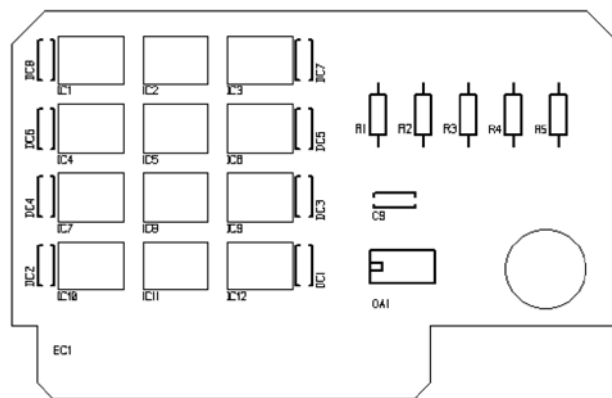

Рис. 17. Изображение шелкографии верхнего слоя.
8. В окне `Colours` нажмем кнопку `Preview` и проверим, что на экране отображаются только нужные нам объекты (рис. 17).